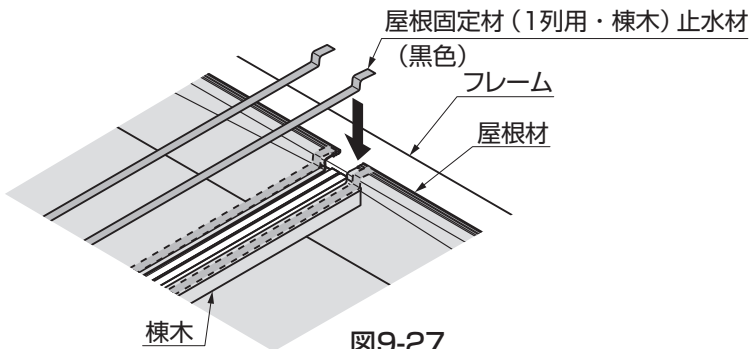

図9-27
②屋根固定材 (1列用・棟木) 止水材を屋根材に貼付けてください。(図9-27参照)